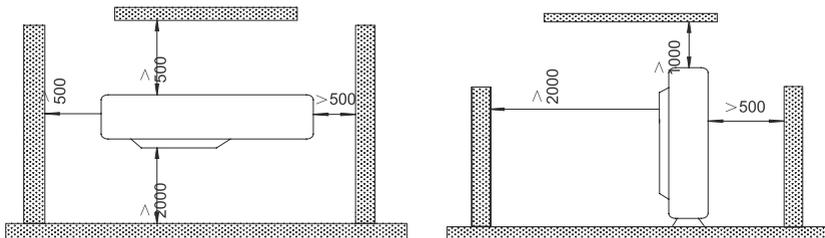

Fig.3
- (1). Instale la unidad exterior en un lugar sin suciedad ni humedad a causa de la lluvia, en la medida de lo posible.
- (2). Instale la unidad exterior donde pueda conectar fácilmente la unidad interior.
- (3). Instale la unidad exterior donde el agua condensada pueda desaguar libremente durante el funcionamiento de calefacción.
- (4). No ponga animales o plantas en el camino del caudal de aire caliente.
- (5). Tenga en cuenta el peso de la unidad de aire acondicionado y elija el lugar con menor ruido y vibración
- (6). Instale la unidad exterior en un lugar capaz de soportar el peso de la unidad y que genere el menor ruido y vibración posible.
- (7). Vea fig. 3 para y compruebe el espacio que el caudal de aire necesita para no bloquearse. Deje tres de las cuatro direcciones de construcciones alrededor abiertas.